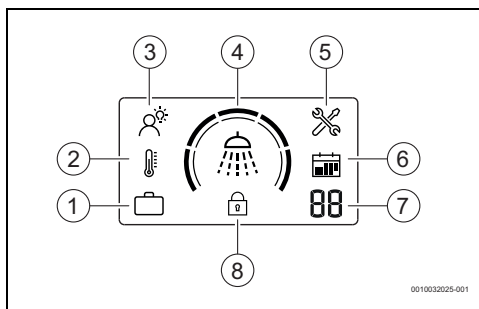

Fig. 5 Display pannello di controllo
- Premere il tasto  finché sul display non viene visualizzata la modalità INTELLIGENTE (→ Fig. 5 [3]). La modalità operativa INTELLIGENTE è selezionata.
- Premere il tasto  finché sul display non viene visualizzata la modalità Manuale (→ Fig. 5 [2]). La modalità operativa Manuale è selezionata.
- Premere il tasto  finché sul display non viene visualizzata la modalità Vacanze (→ Fig. 5 [1]). La modalità operativa Vacanze è selezionata.
- Premere il tasto  per impostare il numero di gironi di vacanza desiderati (→ Fig. 5 [7]). Il numero selezionato lampeggia 3 volte per confermare la selezione.
I blocchi funzionali del pannello di comando (→ Fig. 5 [8]).